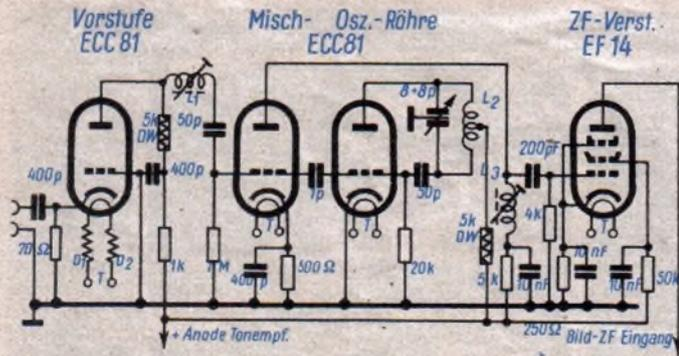

Abb. 3. Skizze der neuen Eingangsschaltung
Montageplatte gleicher Größe aus 1,5 mm Alu anzufertigen. Welche Schaltung man für den neuen HF-Teil wählt, hängt von den Fähigkeiten des einzelnen ab. Zahlreiche Vorschläge wurden an dieser Stelle schon mehrfach gebracht²⁾. Die in Abb. 3 skizzierte Anordnung mit einem Katodeneingangsverstärker und einer Doppeltriode als Mischer und Oszillator dürfte wohl die einfachste Form sein und kaum Schwierigkeiten machen. In der Vorstufe sind beide Systeme der ECC 81 parallelgeschaltet, und die Antennenzuführung geschieht nach einem Trennkondensator am Katodenwiderstand, der als geeigneter Abschluß für das Kabel gleich mit einem entsprechenden Wert einzusetzen ist. Da die Katode in dieser Anordnung HF-Potential führt, ist die Verdrosse-
2. Die ECH 11 der Mischstufe des Originalgerätes ist für das neue Betriebsband unnötig und kann entfernt werden. Die Röhrenfassung ändert man jedoch nach Abb. 3 zur Aufnahme einer zusätzlichen ZF-Stufe mit der EF 14 um. Gitterseitig ist hier ein weiterer ZF-Kreis mit L_3 erforderlich, der durch den relativ niedrigen Gitterableitwiderstand hinreichend gedämpft wird. Der Trimbereich soll etwa zwischen 6 ... 9 MHz liegen. Anodenseitig ist diese EF 14 genau so anzuschließen wie die ECH 11 des Originalzustandes.